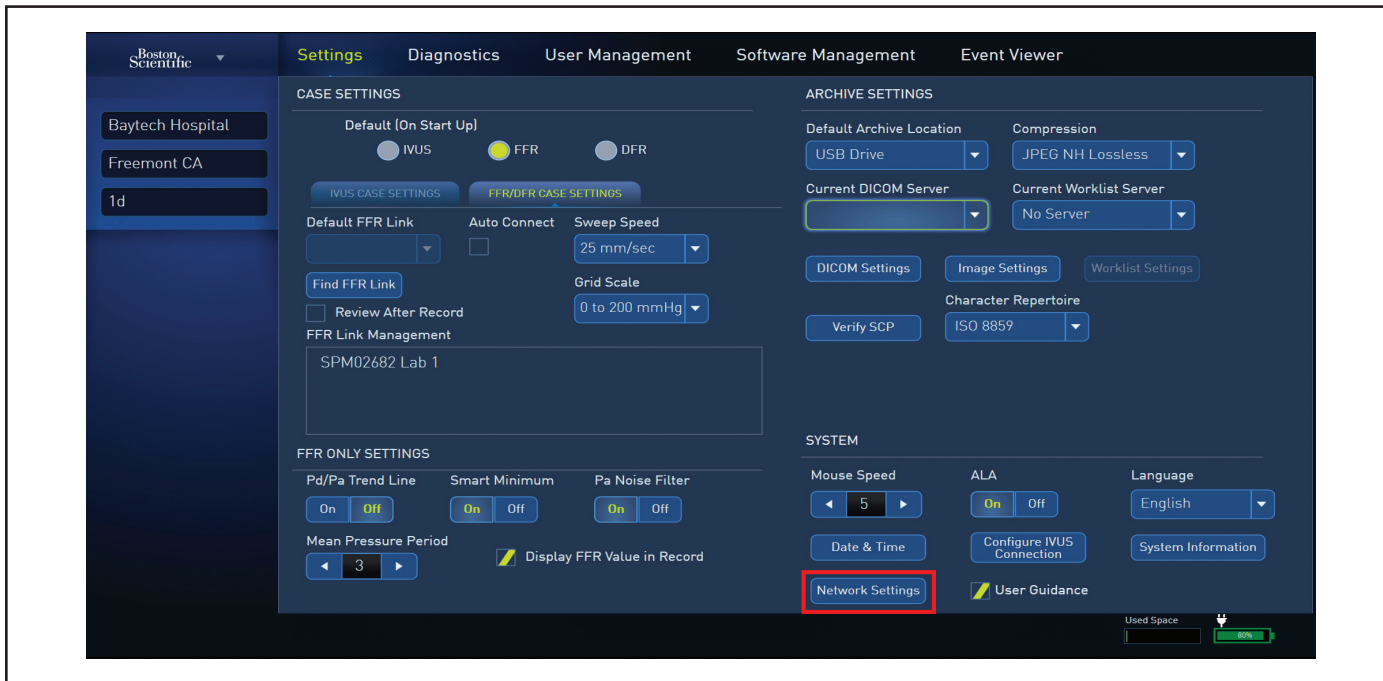

Figura 102. Pantalla System Utilities (Herramientas del sistema)
- 6.6 Seleccione la pestaña **Software Management** (Gestión del software) (se muestra en la Figura 102).